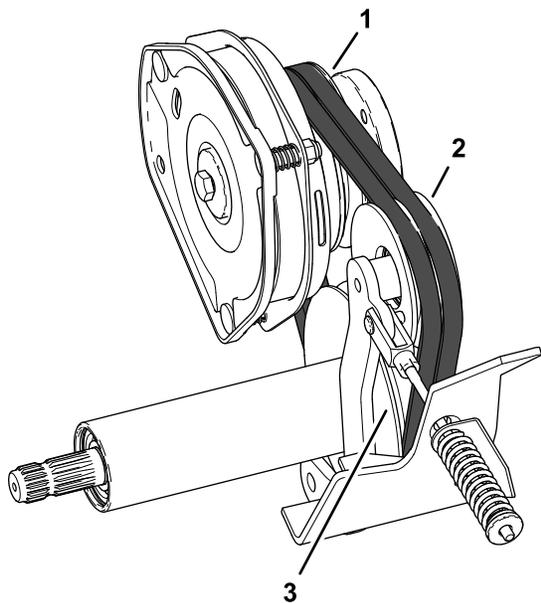

**Figura 93**
- 9. Gire la polea tensora hacia el motor y retire las correas de la máquina (Figura 93).